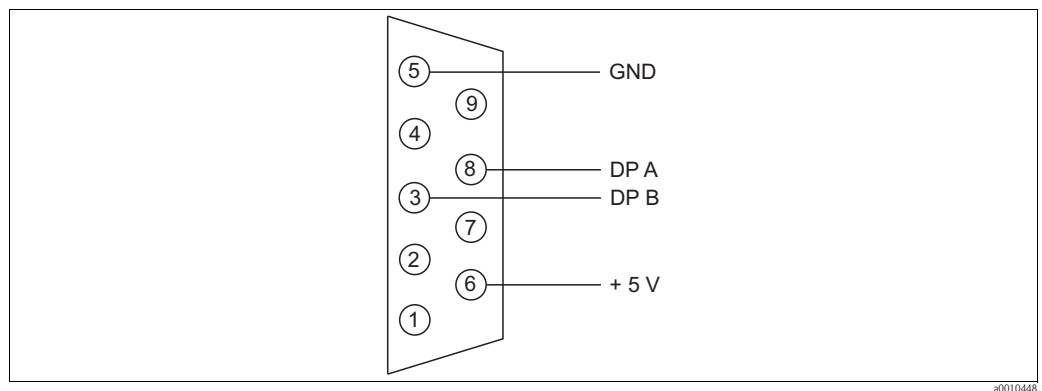

Abb. 16: Buskabelanschluss
2. Löten Sie den D-Sub-Stecker an das PROFIBUS-Kabel (s. Abb. 16).